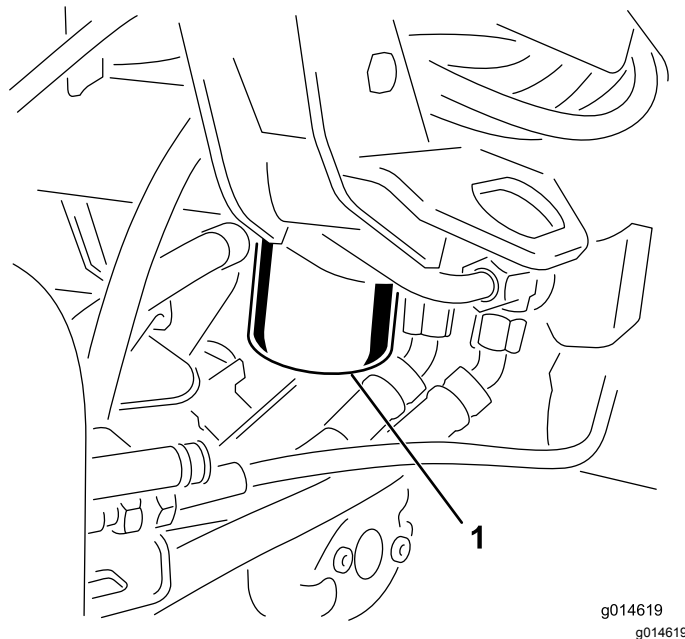

Figura 54
1. Limpie la zona de montaje del filtro (Figura 54). Coloque un recipiente debajo del filtro y retire el filtro.